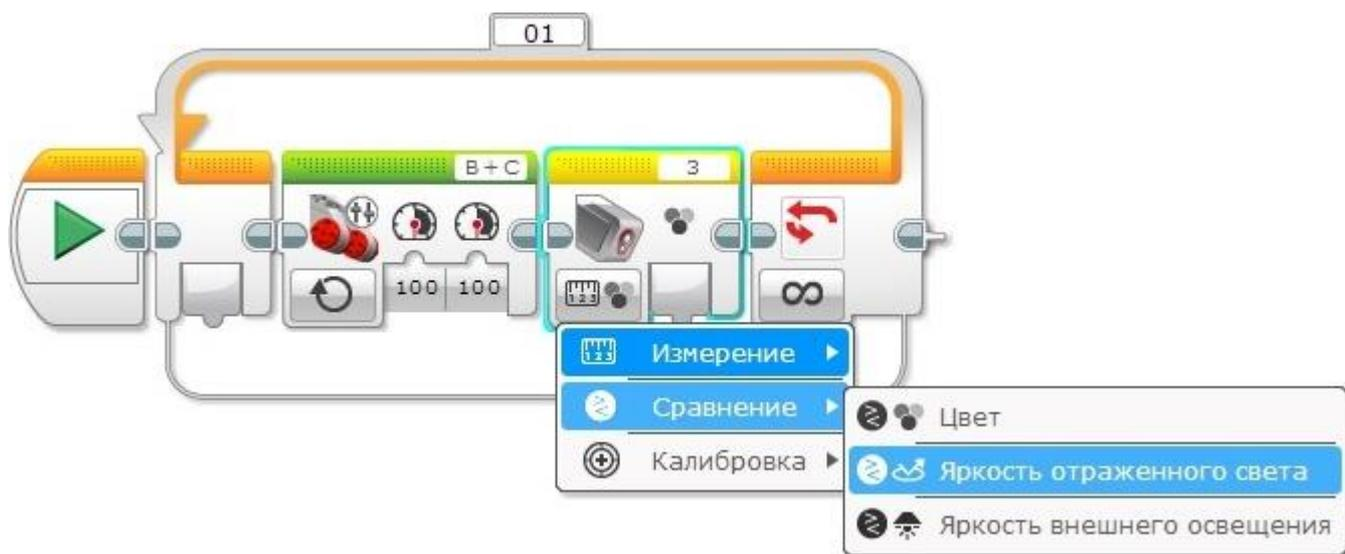

Рис. 6
3. Следом за блоком "Независимое управление моторами" поместим программный блок "Датчик цвета" "Желтой палитры". Режим работы блока установим в значение "Сравнение - Яркость отраженного света" (Рис. 6)